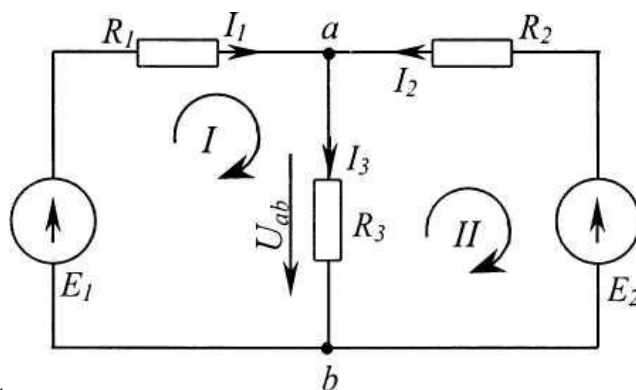

Рисунок 2.2 - Схема розгалуженого кола з двома джерелами живлення
Розглянемо схему, показану на рис. 2.2. Для неї задані ерс E_1, E_2 , опори R_1, R_2, R_3 . Визначити струми в гілках I_1, I_2, I_3 .
а) на схемі довільно показуємо напрями струмів гілок (по умові вони невідомі) і складаємо рівняння за першим законом Кірхгофа (для вузлів): записуємо всі струми, що приходять до вузла із знаком «+», а що виходять з вузла - із знаком «-», і суму їх прирівнюємо нулю. Для схеми, зображеної на рис. 2.2: $I_1 + I_2 - I_3 = 0$.
Для схеми, зображеної на рис. 2.2:
Приклад. Для схеми, зображеної на рис. 2.2, відомі величини ЕРС джерел живлення $E_1=10\text{ В}$; $E_2=5\text{ В}$; величини опорів резисторів $R_1=1\text{ Ом}$; $R_2=12\text{ Ом}$; $R_3=8\text{ Ом}$.
4. Виконати наступні розрахунки: для кола постійного струму з декількома джерелами живлення (рисунок 2.2) визначити струми у гілках методом рівнянь Кірхгофа. Величини ЕРС джерела живлення E_1 та опорів резисторів задані в таблиці 1.4 лабораторної роботи №1, прийняти $E_2 = 5 \text{ В}$.